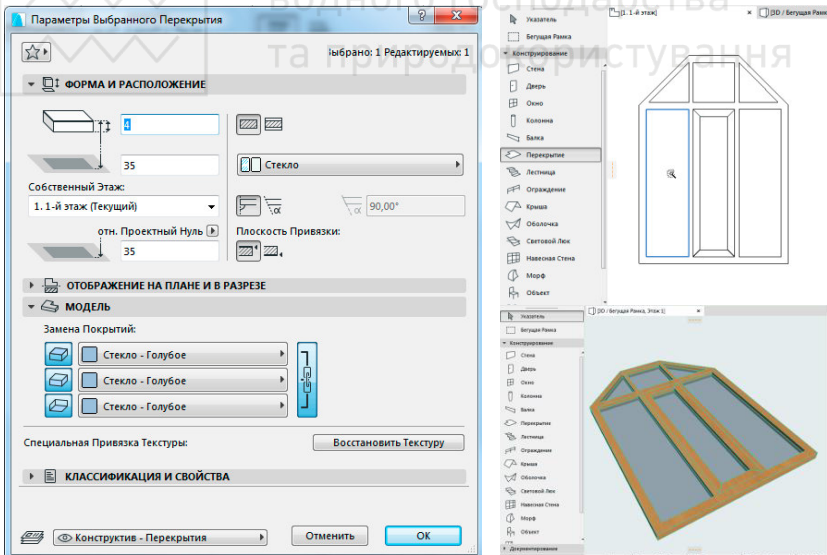

Рис. 18
4. Тепер можемо за допомогою перекриття вставити тонке перекриття у вигляді скла (задаємо покриття – скло), товщиною, наприклад, 4 мм. в прорізи, що утворилися. Задаємо наступні параметри для нового тонкого перекриття, яке імітуватиме скло, як показано на рис. 18, і кляцаємо чарівною паличкою по отворах.